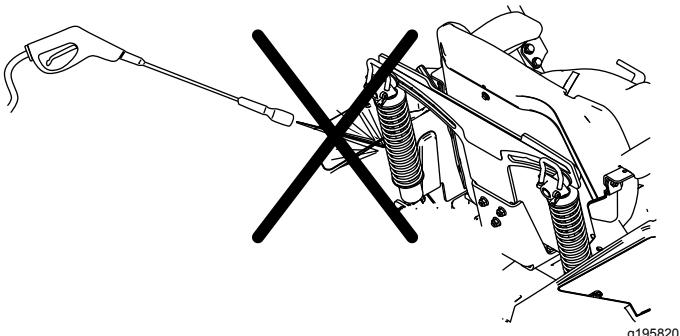

Figura 106
**Nota:** No limpie los conjuntos de choque con agua a presión (Figura 106).